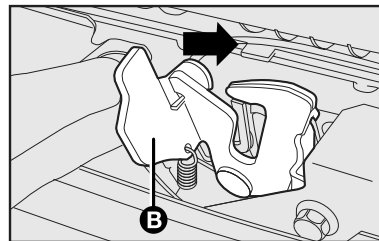

fig. 60
- deslocar no sentido da seta a alavanca **B-fig. 60** como indicado na figura;